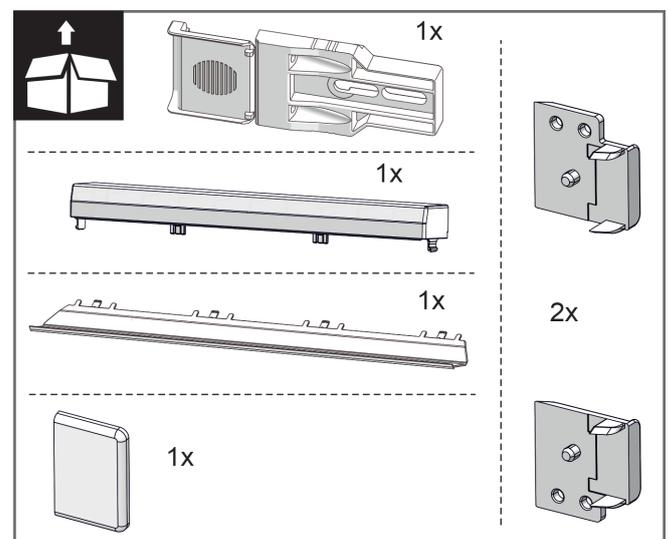
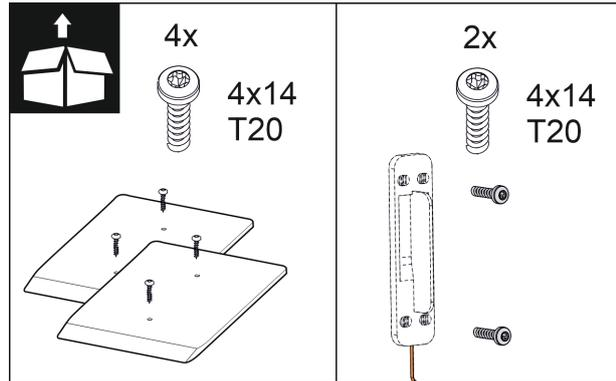

Fig. 11
Fig. 17
2. Montageteile im Beipack überprüfen. Fig. 11 () bis Fig. 17 ()
Montageteile im Beipack Fig. 11 () bis Fig. 17 ()